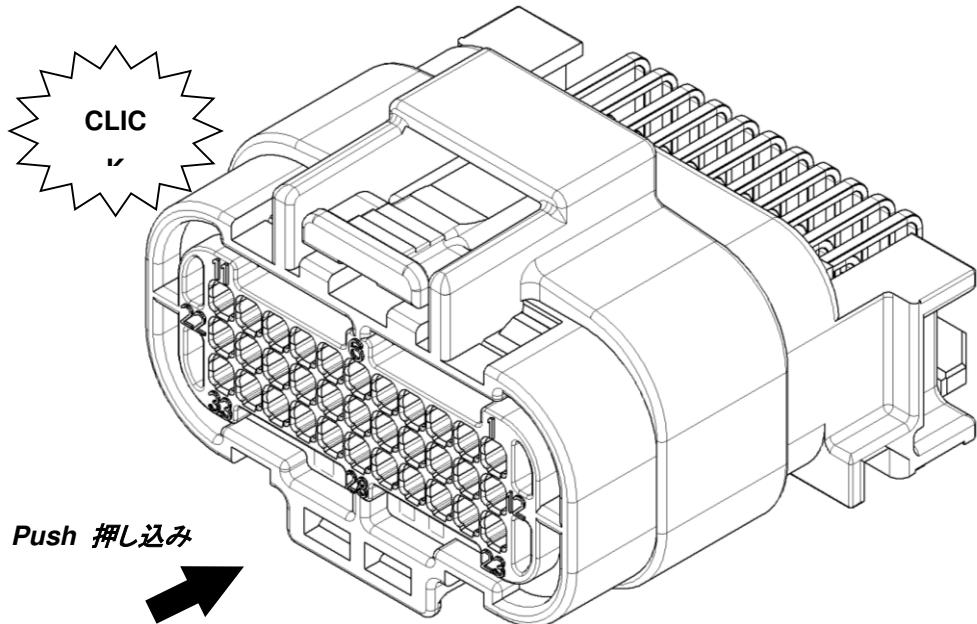

Fig.21
(3) Insert the female connector straight into the male connector until audible sounds hearing. When it is inserted fully, the connector mating is completed. (See Fig.21)
メスコネクタを真っ直ぐオスコネクタの嵌合方向に、「カチッ」と音がするまで押し込んで下さい。それ以上押し込むことができなければ嵌合完了です。(図 21 参照)